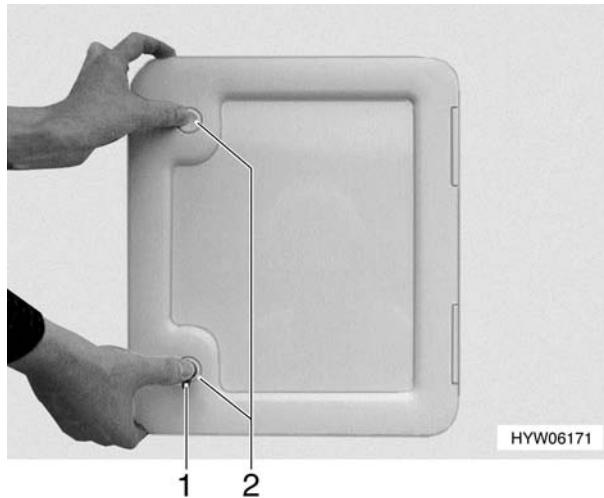

Fig. 93 Apertura dello sportello della cassetta Thetford
Lo sportello della cassetta Thetford (Fig. 93) si trova all'esterno del caravan:
- Aprire la serratura a pressione (Fig. 93,1) con la chiave.
- Premere contemporaneamente entrambe le serrature a pressione (Fig. 93,2) e aprire lo sportello della cassetta Thetford.